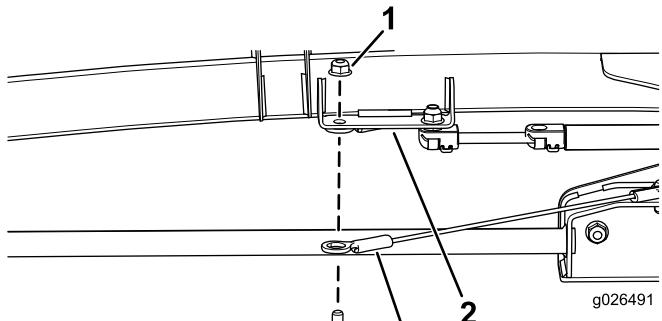

Figura 7
- Monte a outra ponta do cordão no furo de suporte do perno frontal com um parafuso com olhal (5/16 x 1/2 pol.) e uma porca de bloqueio (5/16 pol.) como se mostra na Figura 7.